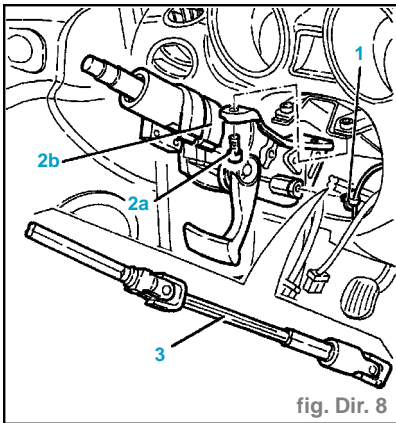

fig. Dir. 8
- Enlever le ferme-câble (1) des calages électriques (fig. Dir. 8).
- Défiler l'arbre inférieur de commande de direction (3).